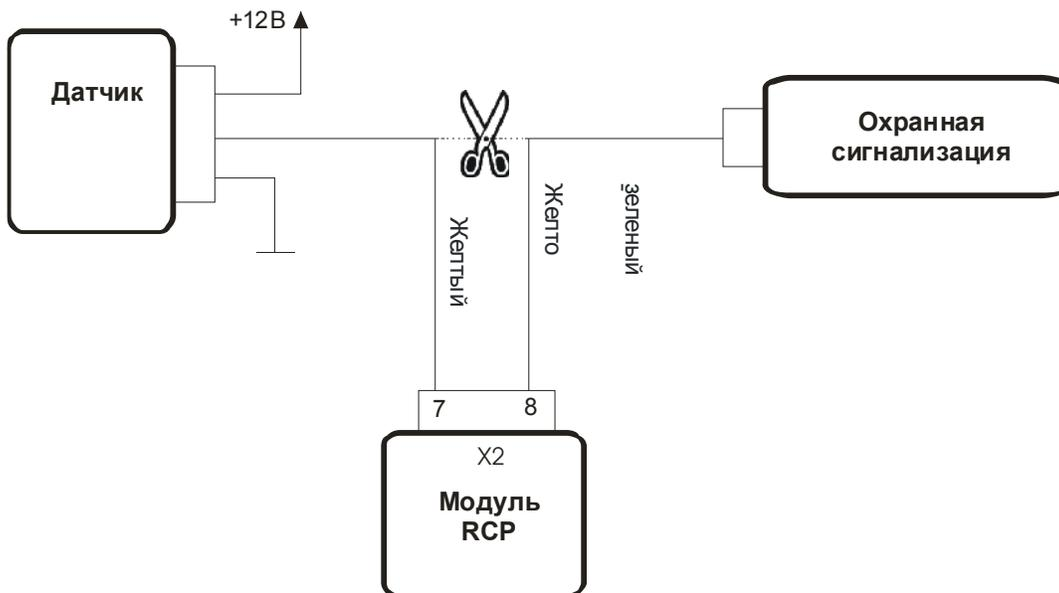

Рисунок 6
- **Отключение датчика ДС во время работы ППП (рис. 6)**